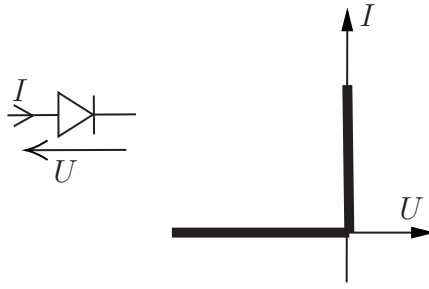

FIGURE 7: Caractéristique courant-tension d'une diode idéale
**30.** On rappelle Figure 7 l'allure de la relation courant-tension aux bornes de la diode (bloc 4) supposée idéale. En déduire, en justifiant rigoureusement votre raisonnement, les valeurs prises par  $V_F$  en fonction des valeurs prises par  $V_E$ .